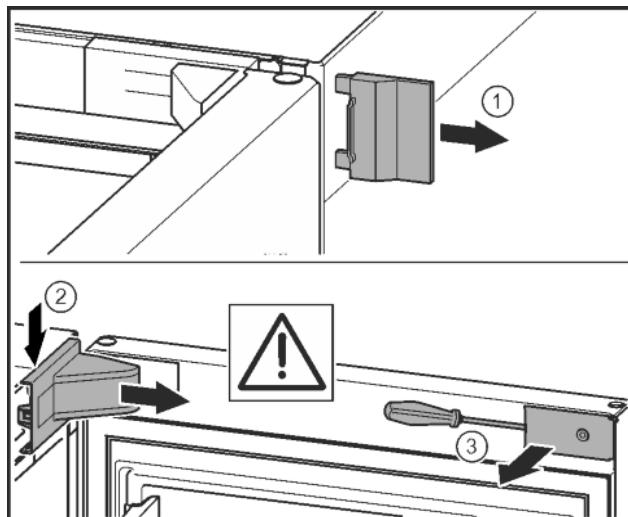

Fig. 11*
- Sejměte vnější kryt.* Fig. 11 (1)
- Odjistěte a uvolněte kryt stojanu ložiska. Sejměte kryt stojanu ložiska.* Fig. 11 (2)
- Plochým šroubovákem odjistěte lištu a otočte ke straně.* Fig. 11 (3)